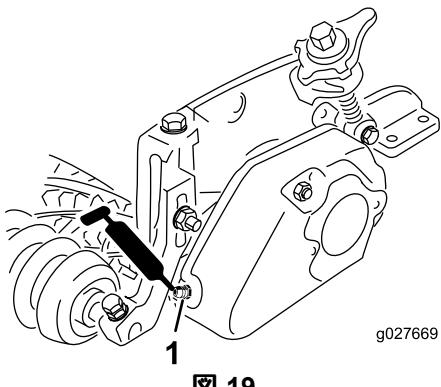
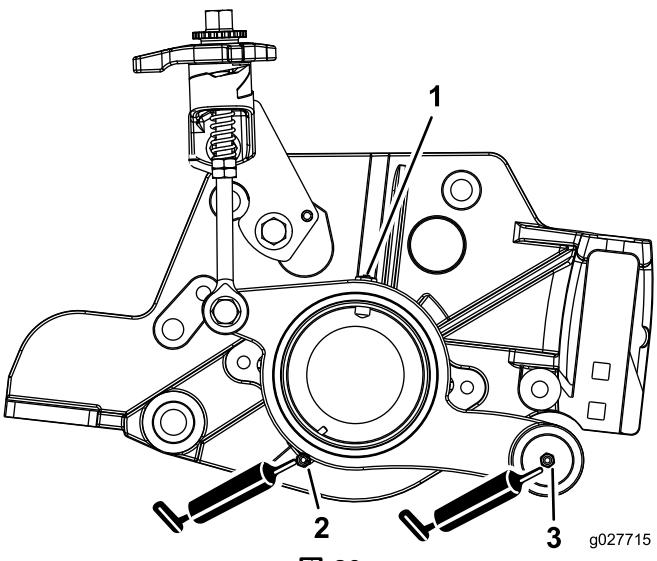

図 19
図 20
28. リールモータ側ベアリングハウジングにグリスを注入する図 20。
29. グルーマの各ベアリングにグリスを注入する注入はポンプで23回を限度とする図 19と図 20。